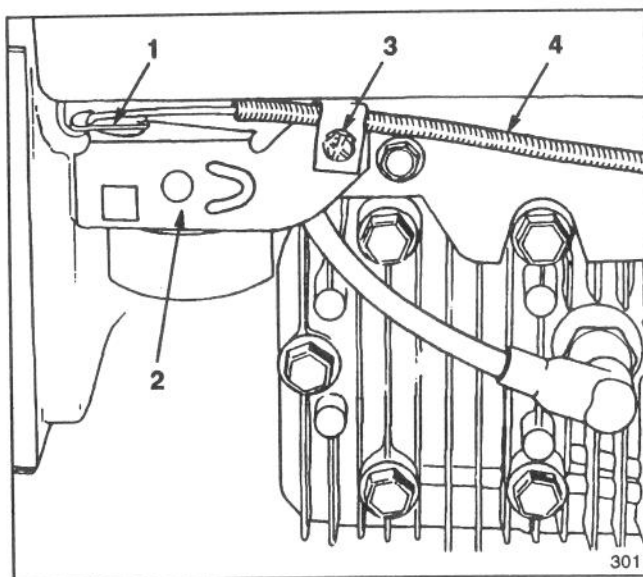
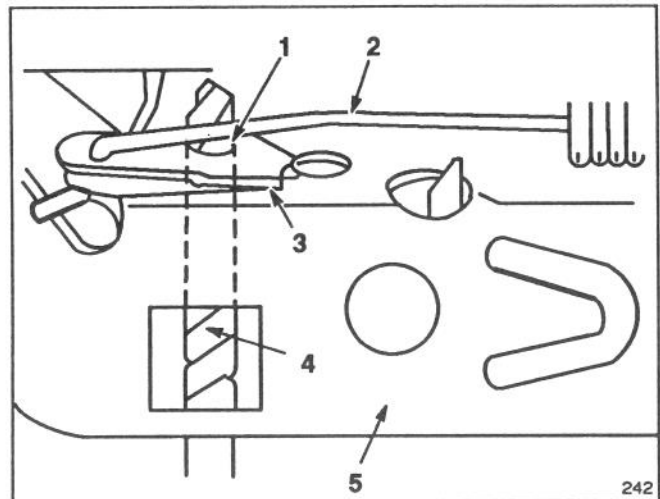

Abb. 19
Abb. 20
3. Die Schraube der Kabelklemme lösen, bis das Gaszugkabel durchrutscht (Abb. 19). Die Stanzlöcher des Drosselhebels und der Drosselhalterung mit einem 3 mm Stift oder 3 mm Bohrer ausrichten (Abb. 20). Die Schraube der Kabelklemme anziehen, um die Einstellung zu sichern.